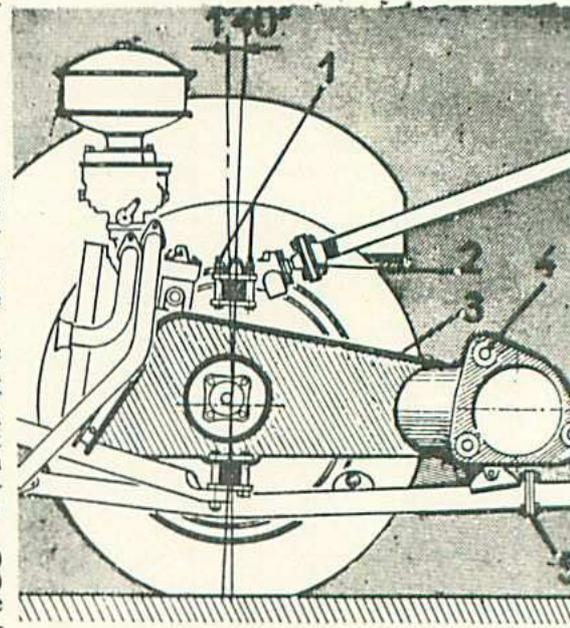

Fig. 49. — Vue schématique de la suspension avant.
- Desserrer les quatre vis (1) (fig. 49) fixant le ressort sur la traverse avant (3).